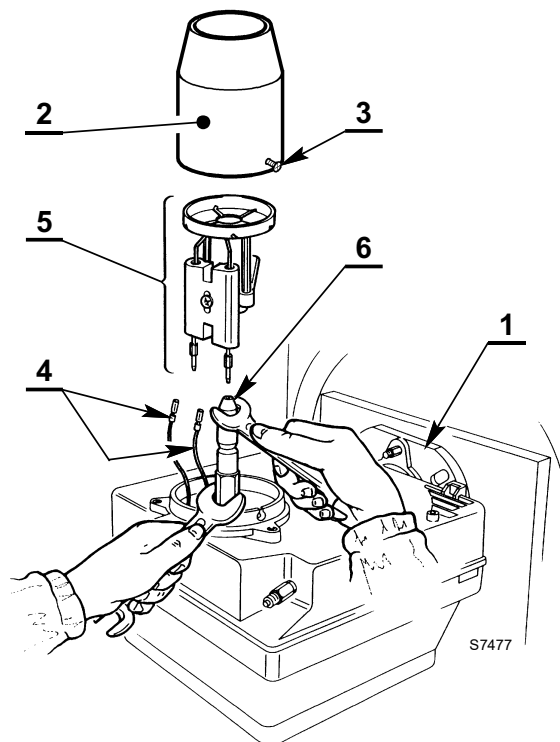
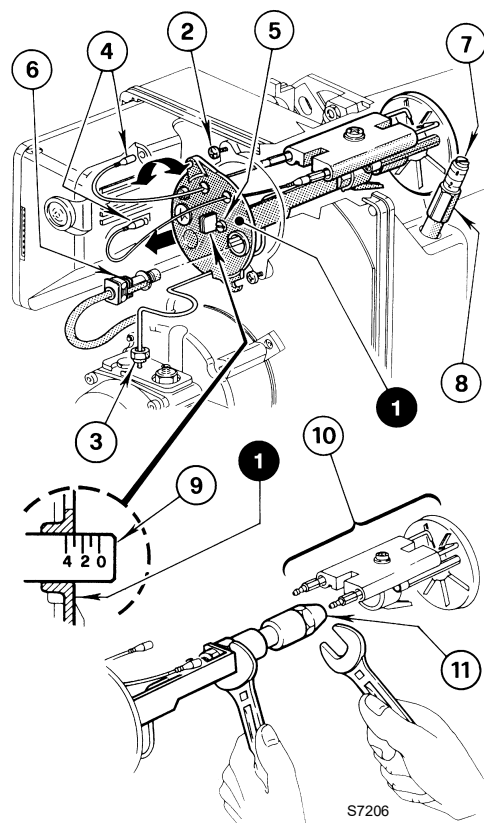
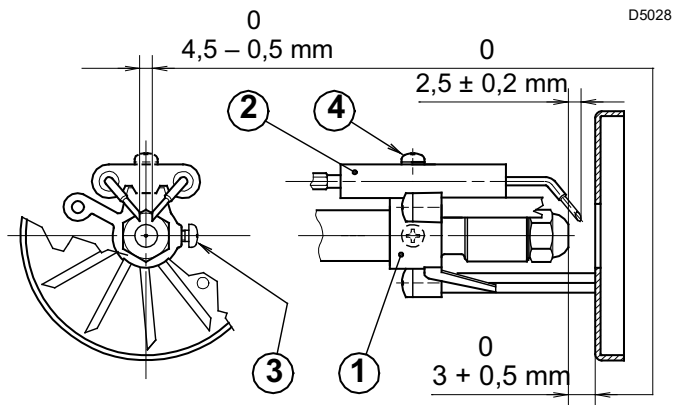

Abb. 12
Abb. 13
Abb. 15
- Den Brenner an den Flansch (1) hängen, das Brennerrohr (2) abnehmen, nachdem man vorher die Schrauben (3) gelockert hat.
- Die Zündkabel (4) von den Elektroden abziehen, den Stauscheibenhalter (5) vom Düsenstock herausnehmen, nachdem die Befestigungsschraube (3) gelockert wurde.
- **Die Düse (6) richtig anschrauben, wie in der Abb. 12 dargestellt.**
- Den Düsenstock (1) herausnehmen, nachdem vorher die Schrauben (2) gelockert, die Mutter (3) gelöst, die Zündkabel (4) vom Steuergerät und der Flammenfühler (6) abgenommen wurden.
- Die Zündkabel (4) von den Elektroden abnehmen, den Stauscheibenhalter (10) vom Düsenstock (1) herausnehmen, nachdem die Schraube (3) gelockert wurde.
- **Die Düse (11) richtig anschrauben, wie in der Abb. 13 abgebildet.**
Für die erneute Montage des Düsenstocks (1, Abb. 13) **die Mutter (3) mit einem Anzugsmoment von 15 Nm anschrauben, ohne diese bis zum Anschlag zu bringen**, wie in der seitlichen Abbildung gezeigt.
- Zur Einstellung der Luftklappe wie folgt vorgehen (Abb. 13, auf Seite 9):
- Die Mutter (8) lockern und die Klappe durch Betätigung der Schraube (7) eichen.
- Die Mutter (8) nach der Einstellung wieder anschrauben.
- Öldüse austauschen (Abb. 12, auf Seite 9) und die korrekte Stellung der Elektroden überprüfen (Abb. 15, auf Seite 10).